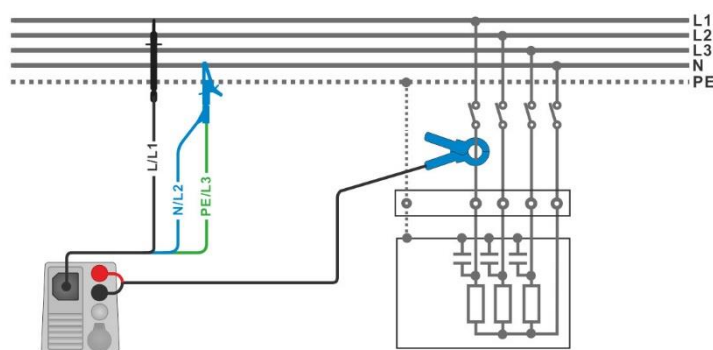

Abbildung 7.82: Leistungsmessung
- › Schließen Sie den 3-adrigen Prüfleiter und die Stromzange am Prüfobjekt an (siehe **Abbildung 7.82**).